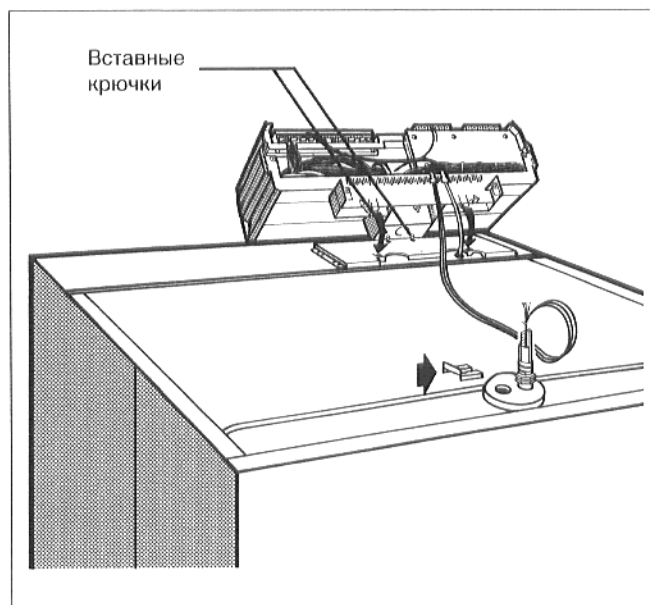

Рис. 52
- Насадить регулятор (рис. 52). Вставить регулятор в переходную жельсть так, чтобы вставные крючки регулятора вошли в овальные отверстия переходной жести. Тянуть регулятор в направлении вперед и давить его при этом вниз, до тех пор, пока эластичные крючки не войдут в задние четырехугольные отверстия переходной жести.